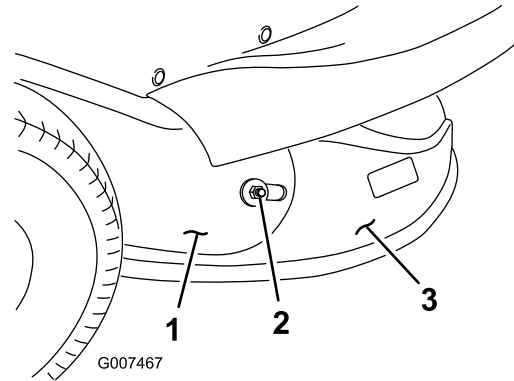

Figura 18
8. Retire la tuerca y la arandela exterior que fijan el conducto de descarga al tubo de descarga (Figura 18).
14. Instale la tuerca y la arandela exterior que fijan el conducto de descarga al tubo de descarga (Figura 18).